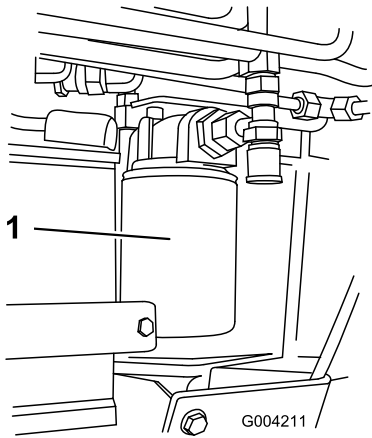

Figure 62
4. Placez un bac de vidange sous le filtre (Figure 62).
5. Enlevez le filtre à huile usagé (Figure 62) et essuyez la surface du joint de l'adaptateur.
7. Montez le filtre de recharge sur l'adaptateur (Figure 62). Tournez le filtre dans le sens horaire jusqu'à ce que le joint rejoigne l'adaptateur, puis serrez-le encore de $\frac{3}{4}$ de tour.